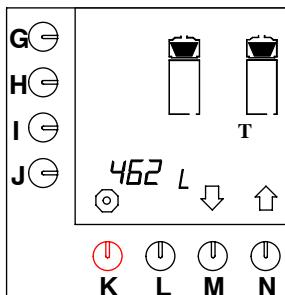

Fig. 19 Contador total del sistema de preparación de café
- El display muestra el contador total, vea fig.19 . El número total de litros de café preparados durante la vida de la máquina expuesto en el display.